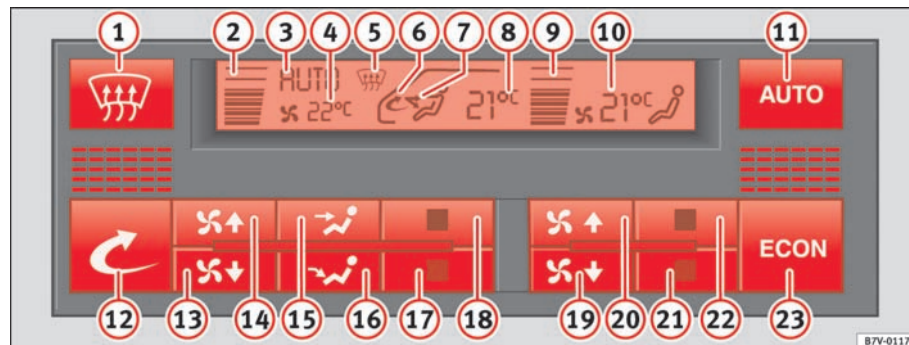

Fig. 119 Udsnit af instrumentpanelet: betjeningssementer til Climatronic
- Tryk på en af knapperne ⇒ fig. 119 **15** eller **16** til luftfordeling flere gange, eller på en af knapperne **17** eller **18** til temperatur. I displayet slukker **AUTO**.
- Tryk på knappen  **side 149, fig. 119**  for at aktivere eller deaktivere recirkulationsfunktionen. Når recirkulationsfunktionen er aktiveret, bliver symbolet   vist i displayet.